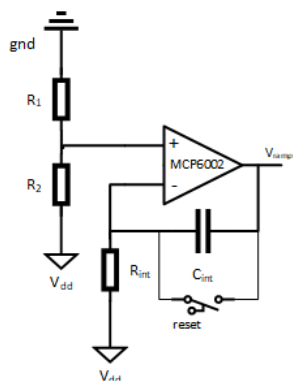

FIGURE 10 – Schéma de principe du générateur de rampe
- ☐ Introduction avec le schéma de principe (Fig.10).